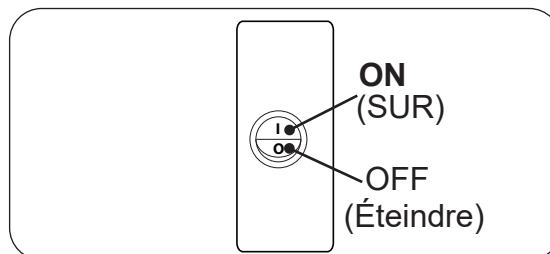

Fig. 34-2 Boîte de commutation, ON/OFF
2. Repérez l'interrupteur ON/OFF sur le devant de la boîte de commutation. Appuyez sur l'interrupteur sur la position **ON (I)**. Voir Fig. 34-2.
Vérifiez périodiquement le pilote pour le modèle de la flamme. La flamme de la veilleuse devrait encercler le thermocouple, et est pré réglé en usine (voir Fig. 34-2).